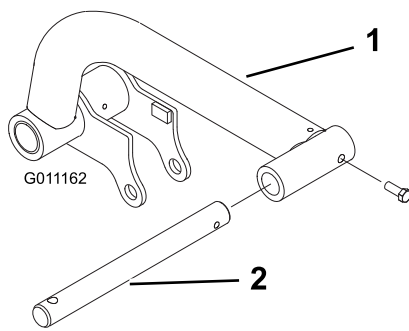

図 11
2. 左右の昇降アームにそれぞれピボット・ロッドを差し込み、取り付け穴を整列させる（図 11）。